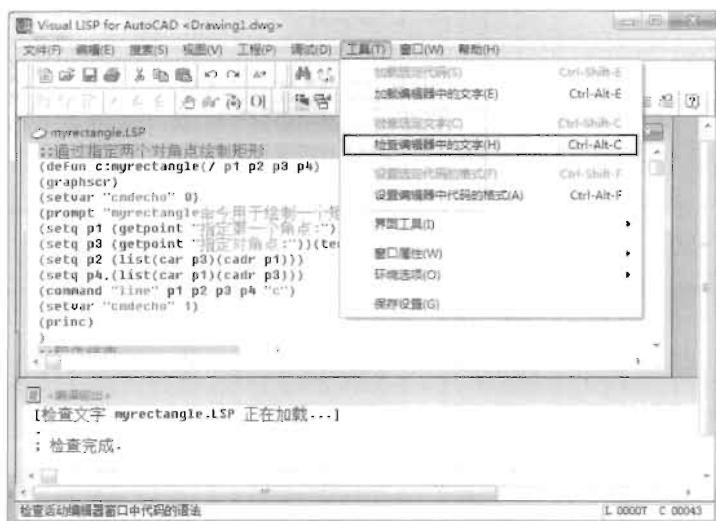

图 21-53
(5) 执行“工具>检查编辑器中的文字”菜单命令或按组合键 Ctrl+Alt+C 对当前代码进行检查，检查完成后将在“编译输出”窗口中显示检查结果，只返回一个“.”表示没有任何错误，如图 21-53 所示。